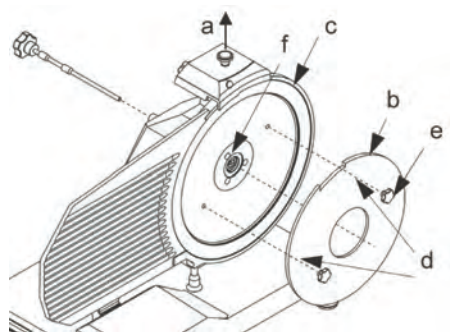

FIG. nr. 5 – Montarea sculei de extragere a lamei (b)
Pentru a curăța fața opusă este necesar să se scoată lama (vezi FIG. nr. 5).
- demontarea apărătoarei lamei (vezi FIG. nr. 5);